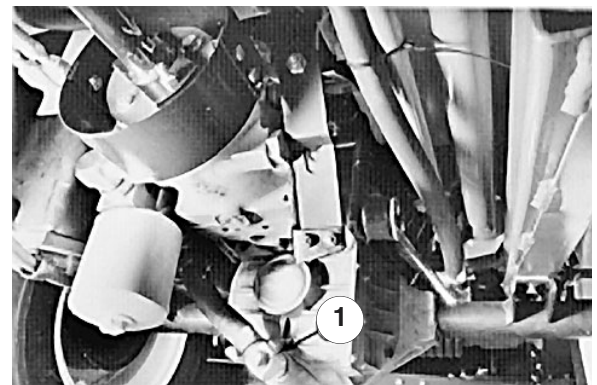
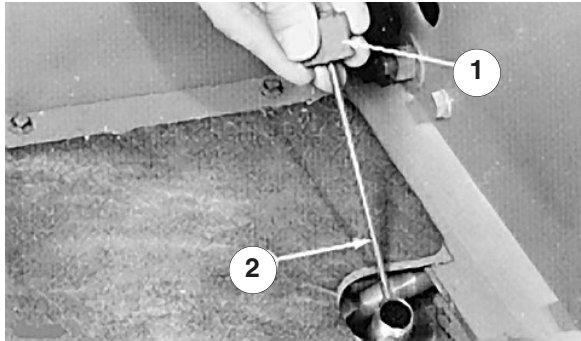

Figure 50
Figure 51
4. Retirez le bouchon de vidange du raccord entre le carter de pont et le filtre à huile. Laissez l'huile s'écouler dans un bac de vidange (Fig. 50).
6. Placez le bouchon de vidange dans le raccord entre le carter de pont et le filtre à huile (Fig. 50).
7. Sortez la jauge du goulot de remplissage du pont (Fig. 51) et versez la quantité voulue d'huile du type et de la viscosité recommandés pour la température ambiante anticipée (voir le tableau ci-dessus).
9. Attendez encore deux minutes, puis sortez la jauge du goulot de remplissage du pont et vérifiez le niveau d'huile (Fig. 51). Si le niveau est bas, faites l'appoint pour que le niveau atteigne la rainure sur la jauge (Fig. 51). Si le niveau est trop haut, enlevez le bouchon de remplissage (Fig. 50) et vidangez suffisamment d'huile pour faire descendre le niveau jusqu'à la rainure sur la jauge.